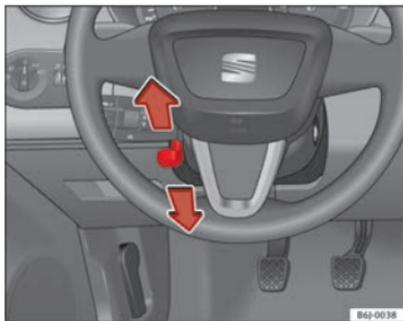

Fig. 104 Regulação da altura do volante
- Puxe para baixo a alavanca ⇒ Fig. 104 situada por baixo da coluna da direcção ⇒ ⚠.
- Ajustar o volante até atingir a posição pretendida ⇒ Fig. 104.
- Ajustar o banco do condutor ou o volante, de modo a que a distância entre o volante e o tórax seja de pelo menos 25 cm ⇒ Fig. 104. Se não se respeitar a distância mínima, o sistema de airbag não pode exercer a sua função de protecção – perigo de morte!